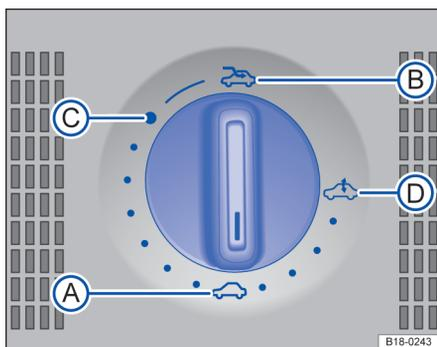

图 55 在顶篷中: 天窗的旋转开关
将转动开关⇒图 55 转到所需的位置,以调至天窗的以下位置:
- 将转动开关在前部位置 \Rightarrow 图 55  处按住，直到天窗完全关闭为止。